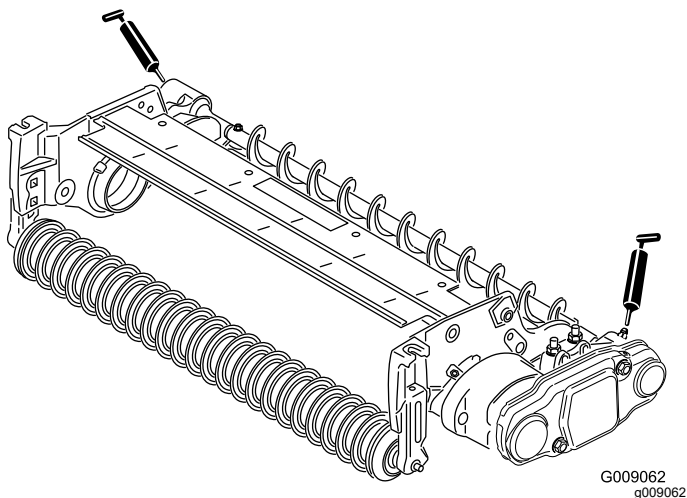

Figura 19
26. Lubrique los engrasadores situados en cada uno de los alojamientos de cojinete del cepillo del rodillo y en el resto de la unidad de corte con grasa de litio de propósito general N° 2 (Figura 19). Limpie cualquier exceso de grasa, específicamente alrededor de los retenes.